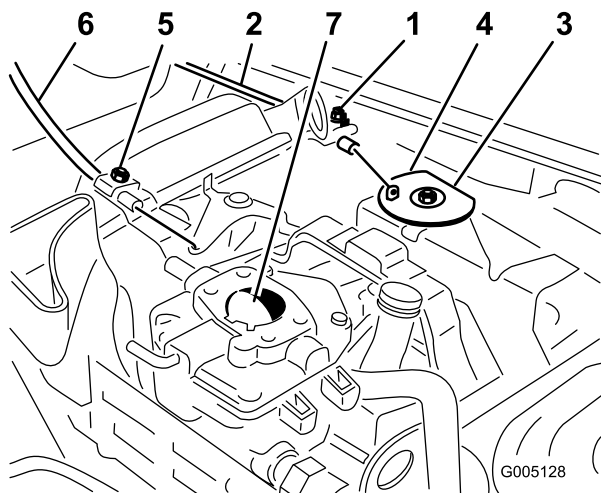

Figure 46
1. Desserrez la vis du collier qui raccorde le câble au moteur (Figure 46).
3. Tirez fermement sur le câble d'accélérateur jusqu'à ce que l'arrière du pivot atteigne la butée (Figure 46).
3. Tirez fermement sur le câble de starter, jusqu'à ce que le papillon soit complètement fermé, puis serrez la vis du collier de câble (Figure 46).